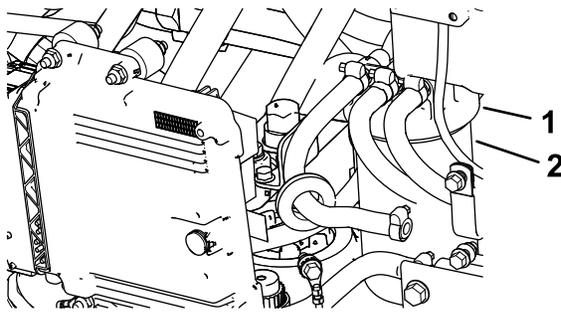

図 106
1. 燃料フィルタのヘッドの周囲をきれいに拭く 図 106。
2. フィルタを外してフィルタヘッドの取り付け部をきれいに拭く 図 106。